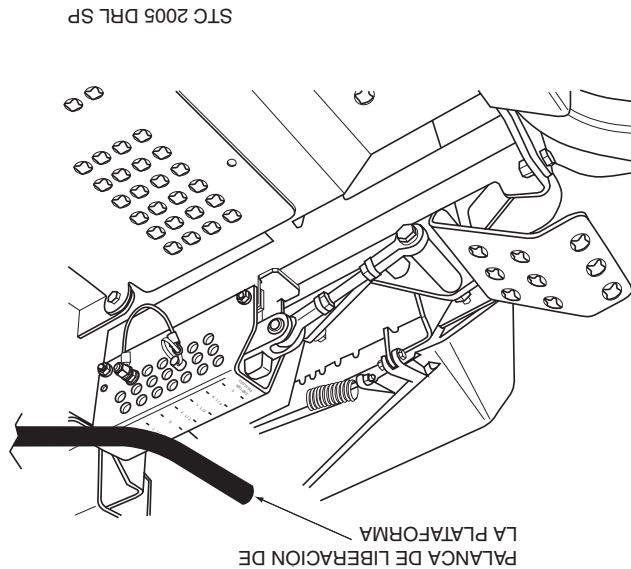
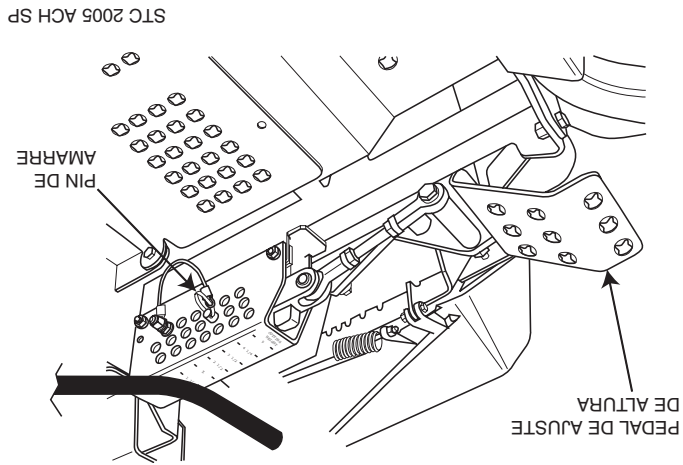

Figura 4-4 Palanca de liberación de la plataforma
Figura 4-5 Ajuste de altura de corte
2. Empuje el pedal de ajuste de la altura de corte completamente hacia adelante con su pie derecho hasta que se asegure en su lugar. (Figura 4-5, página 18)
3. Inserte el pin de amarre en el indicador de la altura de corte en la altura de corte deseada. Empuje hacia adelante la palanca de pie de elevación de la plataforma, manténgala en posición y levante la palanca de liberación de plataforma. (Figura 4-4). Libere lentamente el pedal. Hay una calcomanía de la altura de plataforma ubicada en el indicador de la altura como una ayuda para ajustar la plataforma a la altura deseada. (Figura 4-5)